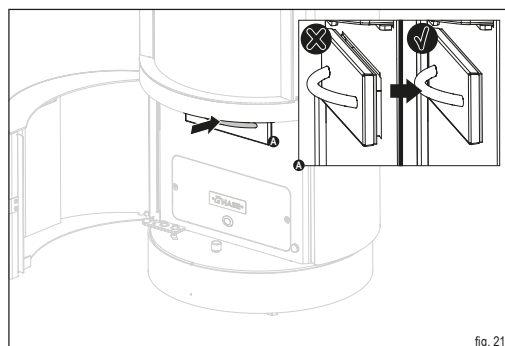

fig. 21
Durante l'inserimento assicurarsi che il cassetto di raccolta della cenere collida con la guarnizione (fig. 21). Si eviterà in tal modo di interferire con il processo di combustione a causa di un'alimentazione scorretta dell'aria.
- ✓ Spingere il cassetto di raccolta della cenere di nuovo nell'apertura in modo tale che esso collida con la guarnizione (fig. 21).
- ▶ Spingere il cassetto di raccolta della cenere di nuovo nell'apertura (fig. 21).